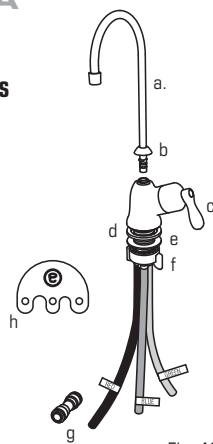
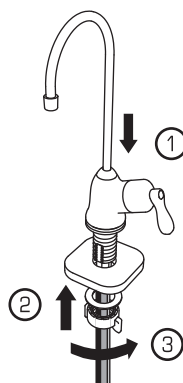

Fig. 18
Fig. 21
Componentes de la llave auxiliar eSpring (Fig. 18):
3. **A la vez que sostiene** la arandela de goma en su lugar contra la estructura de la llave, baje el vástago de la llave eSpring y los tubos por el orificio en la cubierta o borde del fregadero ①. Con un ayudante que sostenga la llave en su lugar, **alcance** por debajo de la cubierta y **deslice** la arandela de metal y la tuerca de mariposa en la llave roscada ②. **Coloque** la llave en la orientación deseada y **ajuste** la arandela de metal y la tuerca de mariposa para fijar la llave en su lugar ③ (Fig. 21).
**NOTA: Debe usar el conector de suministro (Fig. 18, parte c) entre la válvula en el suministro de agua y la llave eSpring.**
La manguera no se insertó lo suficiente.	- Remover la manguera, pág. 9, Fig. 32. - Marcar la manguera, pág. 4, Fig. 18. - Instalar la manguera, pág. 4, Fig. 21.